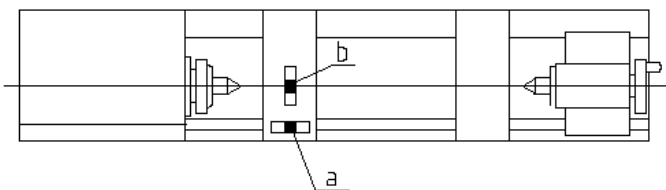

Рис.5
9. Для выравнивания используйте точный уровень, установите его в двух взаимно перпендикулярных положениях, как показано на Рис.5.